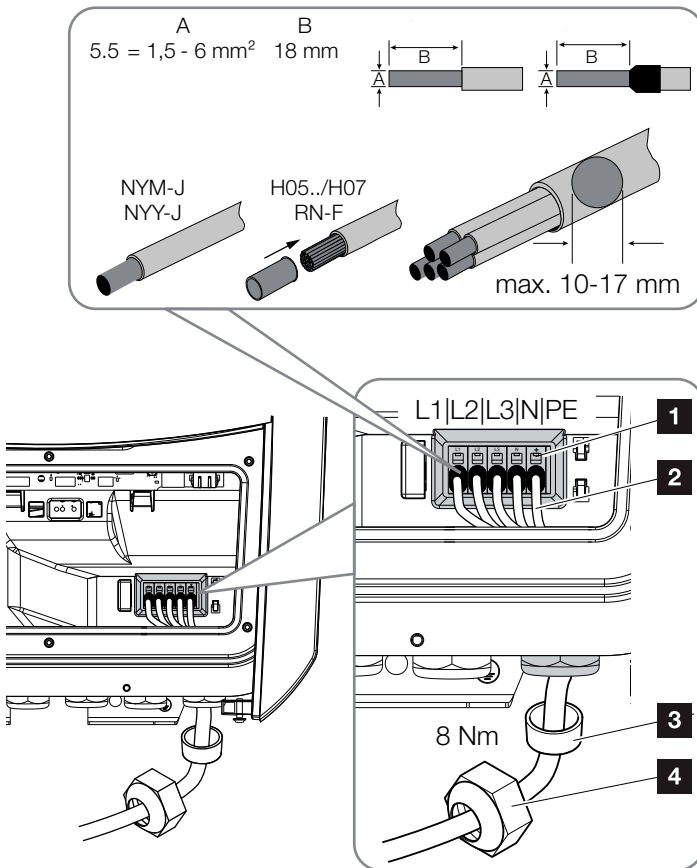

Abb. 21: Netzzuleitung am Speicherwechselrichter anschließen
9. Die Adern der Netzzuleitung entsprechend der Beschriftung an der AC-Anschlussklemme anschließen. **!** **🔧** **Abb. 21, Pos. 1**